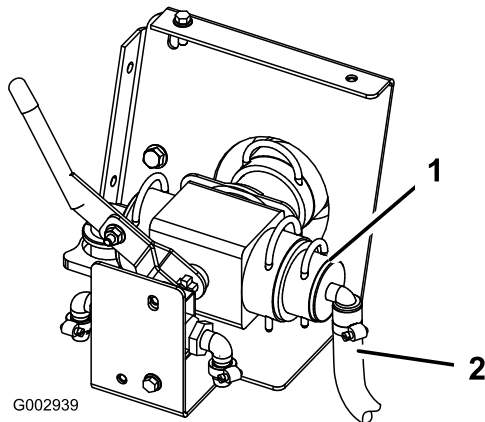

Bild 45
22. Schließen Sie den 3/4 Zoll Schlauch an das Steuerventil an, das zur Fahrzeugvorderseite zeigt (Bild 45).